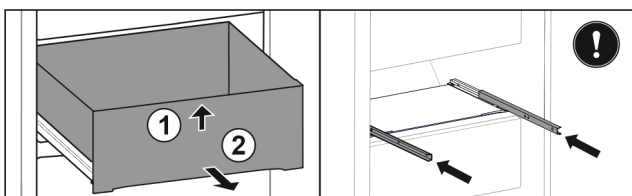

Fig. 28 *
- ▶ Поднимите выдвижной ящик спереди Fig. 28 (1)*
- ▶ Извлеките движением вперед Fig. 28 (2)*